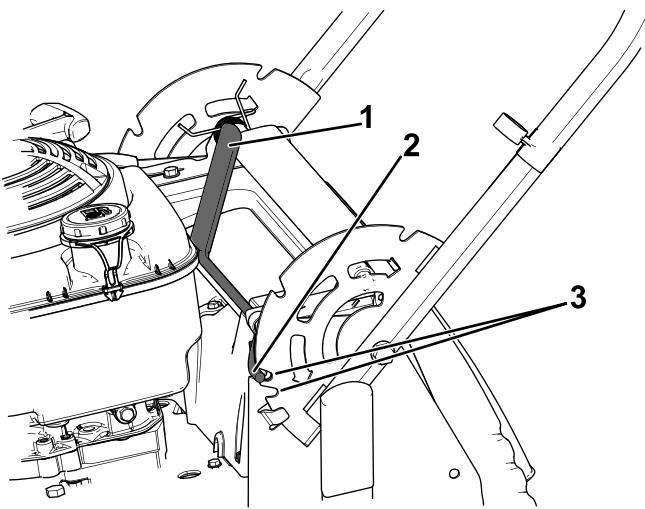

Figura 15
- Gire el manillar y alinee la muesca deseada del soporte del manillar con las clavijas de bloqueo del manillar; consulte Figura 15.
- Tire hacia atrás de la palanca de bloqueo para desenganchar las clavijas de bloqueo del manillar (Figura 15).